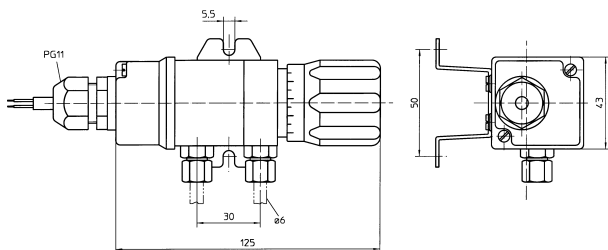

Fig. 2 DDS
4.1.2 Differenzdruckschalter DDS (Bild 2)